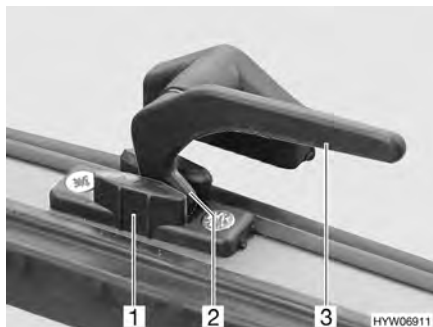
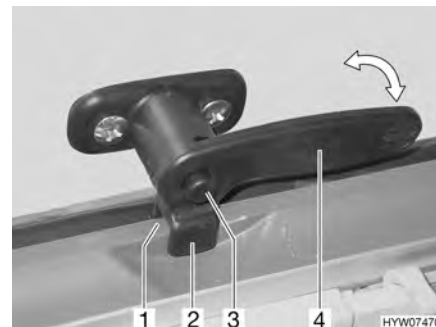

Fig. 70 Levier de verrouillage sans bouton de sécurité en position "Aération permanente"
Fig. 71 Levier de verrouillage avec bouton de sécurité en position "Aération permanente"
- En position "Aération permanente" (Fig. 70 ou Fig. 71)
- Le cas échéant, appuyer sur le bouton de sécurité (Fig. 71,3) et le maintenir enfoncé.
- Tourner le levier de verrouillage (Fig. 70,3 ou Fig. 71,4) d'un quart de tour vers le centre de la fenêtre.
- Remettre le levier de verrouillage en position initiale. Introduire le tenon de verrouillage (Fig. 70,2) dans le logement prévu à cet effet dans le verrouillage de fenêtre (Fig. 70,1), ou la fourche (Fig. 71,2) du levier de verrouillage dans le verrouillage de fenêtre (Fig. 71,1).